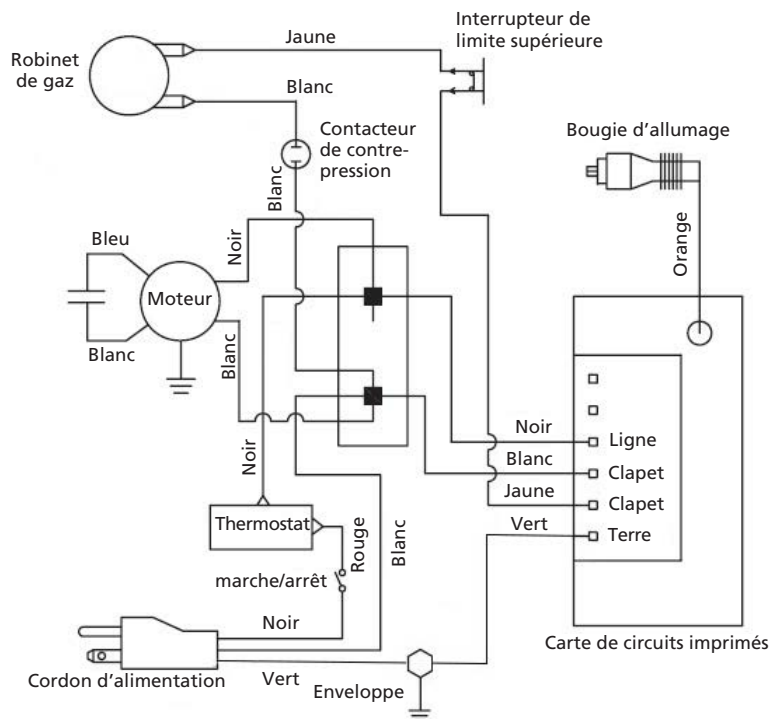

Figure 6 - Schéma de câblage
10. Reconnecter les fils conducteurs comme l'illustre le schéma de câblage (Figure 6).